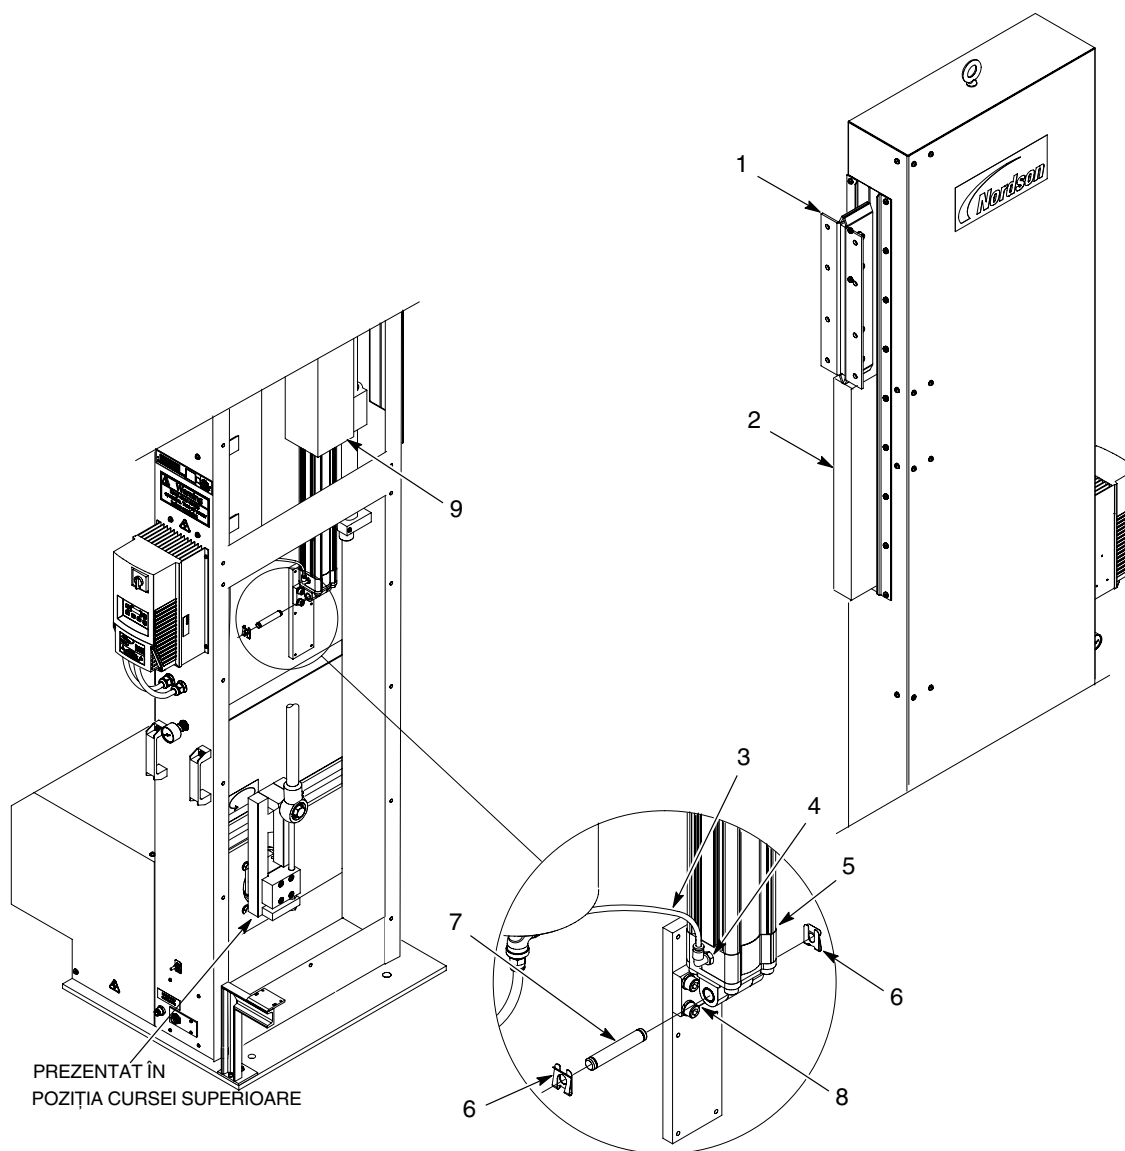
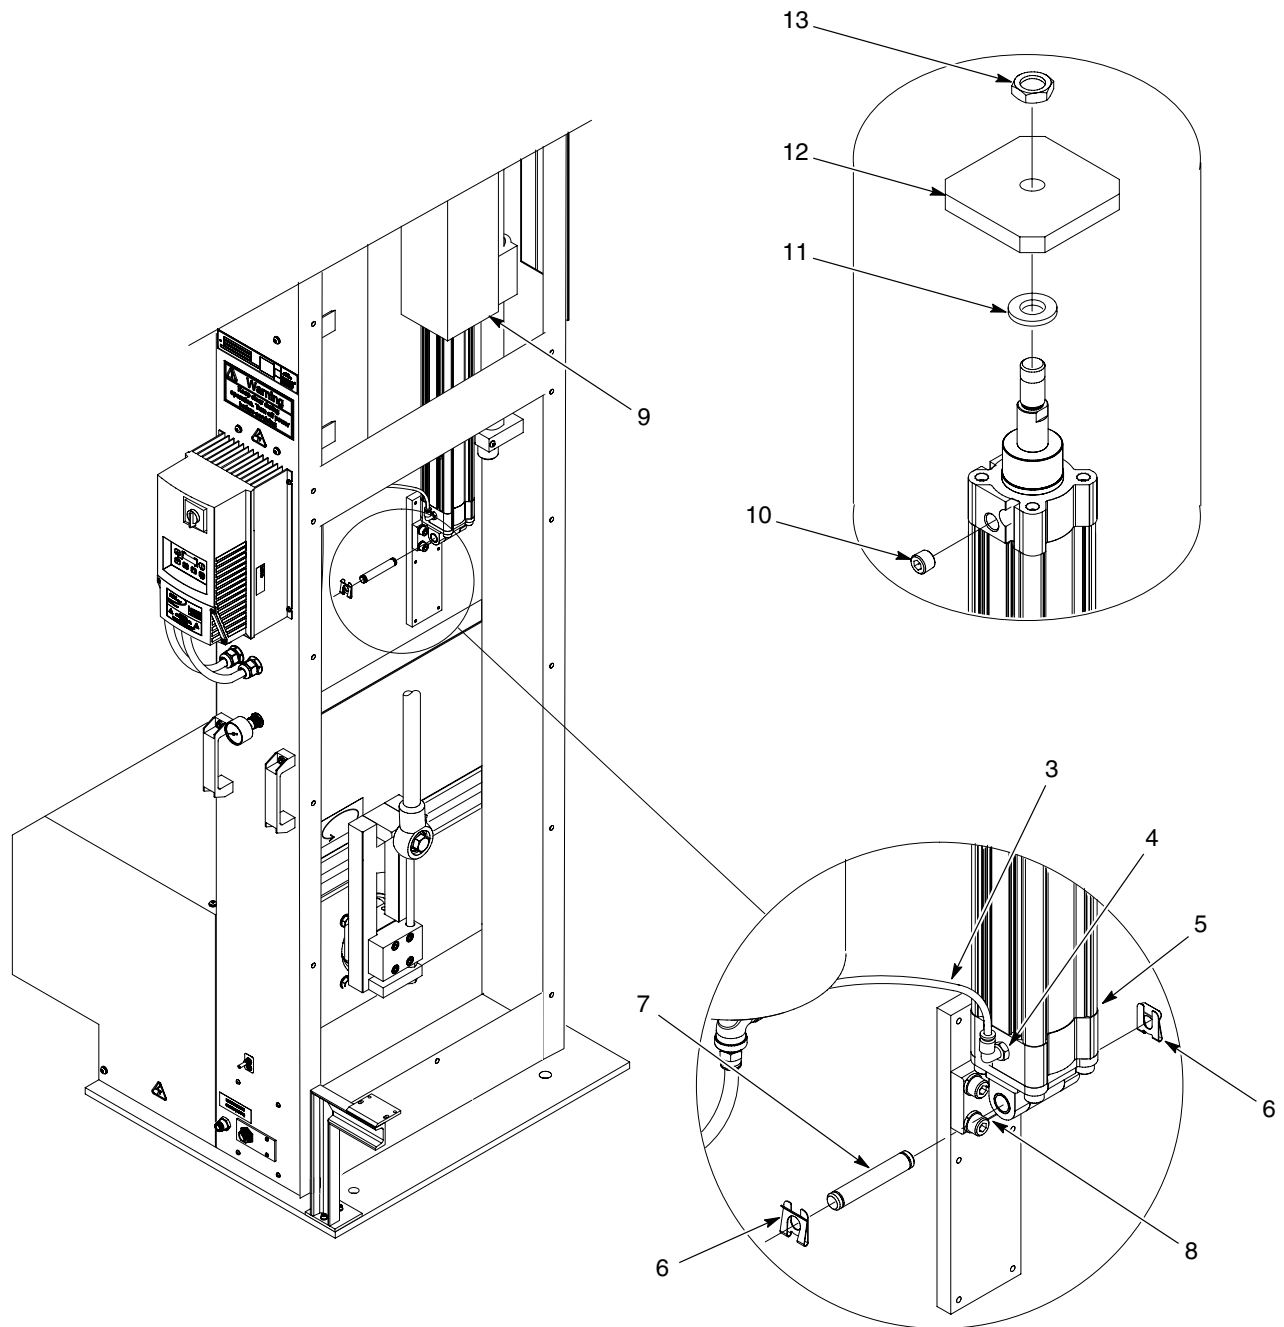

Figura 19 Montarea cilindrului pneumatic
Figura 20 Montarea cilindrului pneumatic
1. A se vedea Figura 19. Deplasați căruciorul pistolului (1) până la poziția cursei superioare. Folosiți un bloc (2), așa cum se prezintă pentru asigurarea căruciorului pistolului (1).
2. Montați cilindrul pneumatic la tubul de montare a ansamblului rulmentului (9). Fixați cilindrul pneumatic cu ajutorul știftului (7) și al clemelor (6).
3. Conectați conducta pneumatică (3) la racordul cilindrului pneumatic (4).
4. Deplasați căruciorul pistolului (1) în poziția cursei inferioare prin demontarea cu grijă a blocului (2). Căruciorul pistolului trebuie să alunece în jos.
5. Montați suportul pentru pistol la consola de montare a căruciorului pistolului (1).
3. A se vedea Figura 20. Deconectați conducta pneumatică (3) de la racordul cilindrului pneumatic (4).
4. Demontați clemele (6) și știftul (7) care fixează cilindrul pneumatic (5) la consola (8). Demontați cilindrul pneumatic de la tubul de montare a ansamblului rulmentului (9).
- a. Demontați fittingul (4), orificiul aerisitor (10), șaiba (11), placa suport (12) și contrapiulița (13) la vechiul cilindru pneumatic.
6. Montați noul cilindru pneumatic (5) la tubul de montare a ansamblului rulmentului (9). Fixați cilindrul pneumatic cu ajutorul știftului (7) și al clemelor (6).
7. Conectați conducta pneumatică (3) la racordul cilindrului pneumatic (4).
8. A se vedea Figura 19. Deplasați căruciorul pistolului (1) în poziția cursei inferioare prin demontarea cu grijă a blocului (2). Căruciorul pistolului trebuie să alunece în jos.